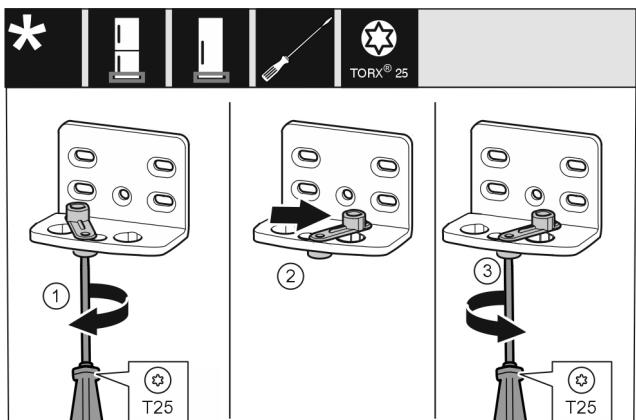

Fig. 11
- Atlaivinkite varžtą atsuktuvu T25. Fig. 11 (1)
► Pakelkite pagalbinį durų uždarymo įtaisą ir 90° kampu pasukite į dešinę kiaurymėje. Fig. 11 (2)
► Tvirtai prisukite varžtą atsuktuvu T25. Fig. 11 (3)